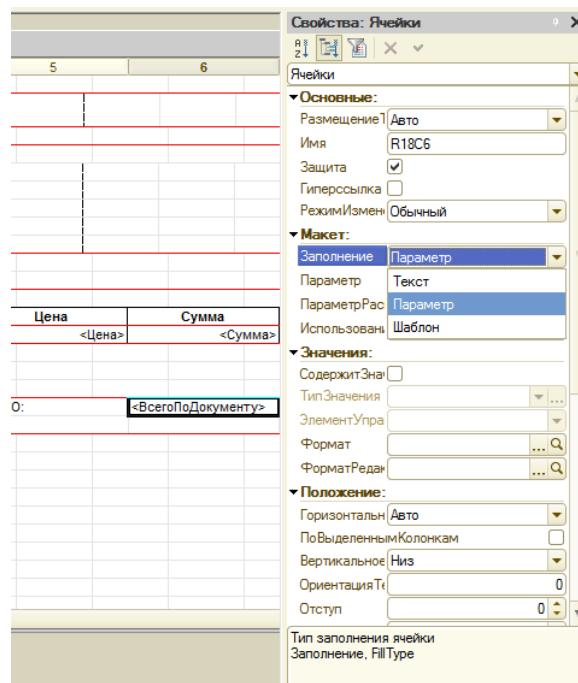

Рисунок 105 Свойства ячейки
- Для ячейки **ВсегоПодДокументу** в контекстном меню выберите пункт **Свойства**, укажите **Заполнение – Параметр** (рис. 105).